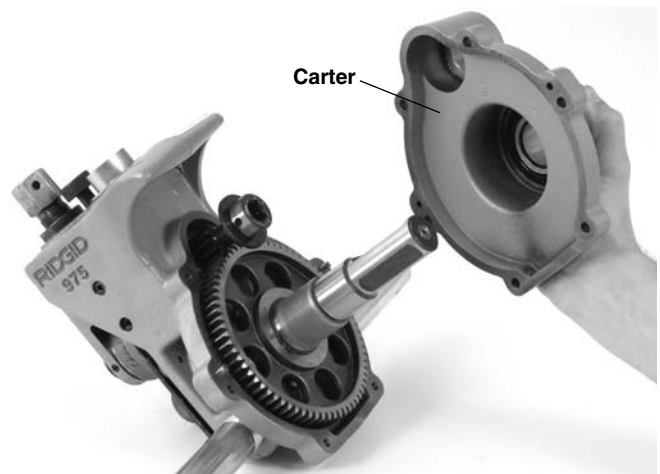

Figure 18 – Retrait du carter
2. Retirez le carter (Figure 18).